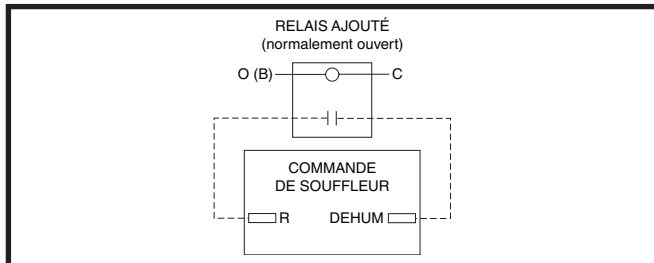

Figure 24. Configuration de câblage DEHUM sans humidistat
- Si aucun humidistat n'est à disposition, il est possible de brancher les bornes **R** et **DEHUM** par l'entremise d'un relais normalement ouvert fourni sur place. Consulter la Figure 24 (page 26). Les bornes **R** et **DEHUM** doivent être branchées aux bornes du relais normalement ouvert. Les bornes **O (B)** et **C** doivent alors être branchées à la bobine du relais. Cette option fait en sorte que le souffleur fonctionne à un débit (pi^3/min) réduit pendant 10 minutes après un appel de refroidissement.